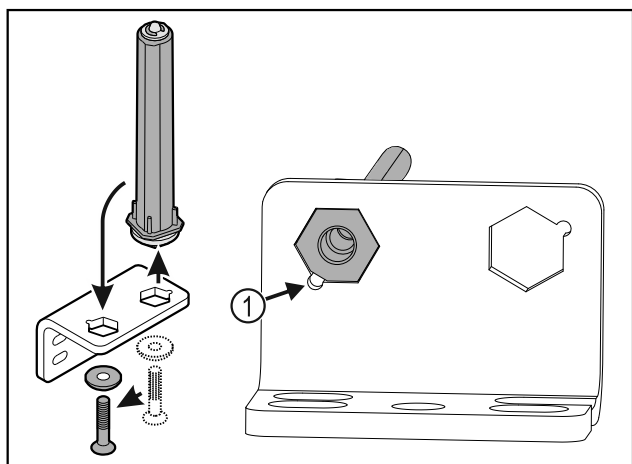

Fig. 19
- Vær derved opmærksom på, at bolts affasning Fig. 19 (1) peger mod det runde hul under isætningen.